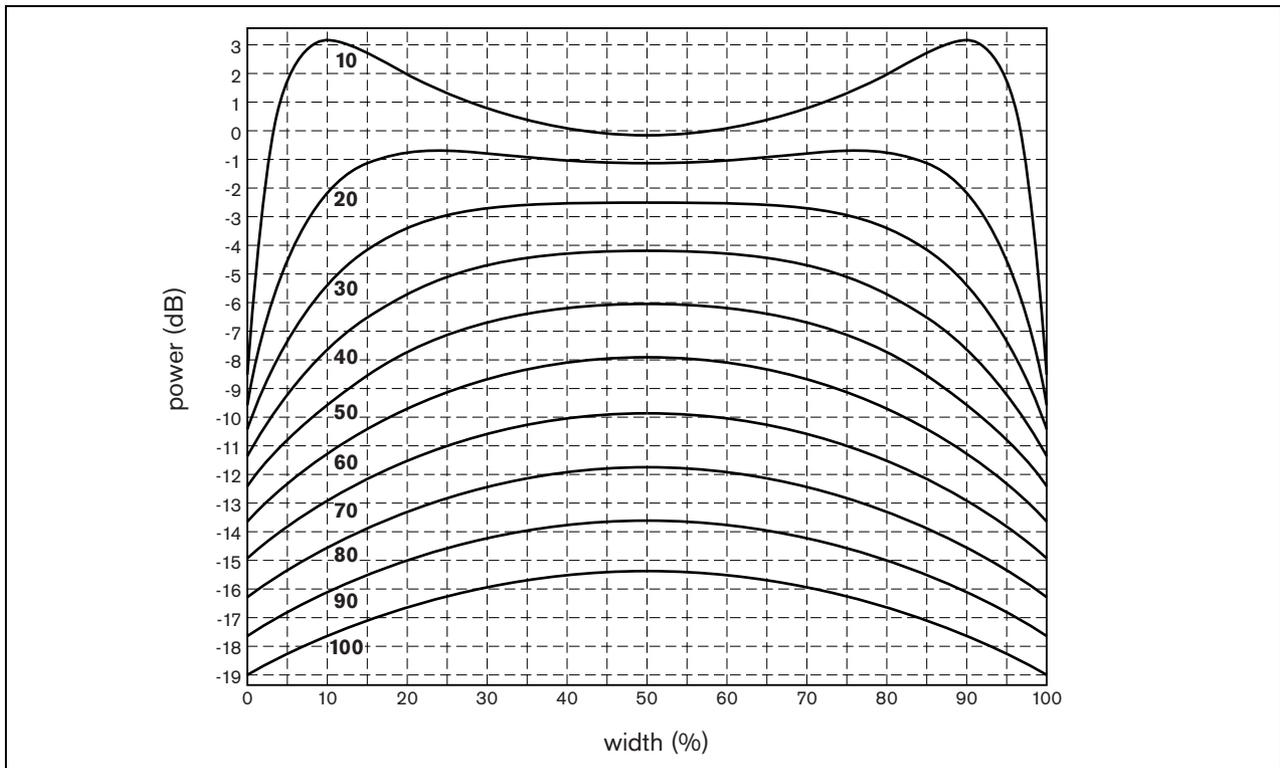

figura 2.8: Potencia adicional frente a ancho de la sala
Normalmente, el bucle de inducción se instalará en el suelo o el techo de una sala. Cuando la distancia entre el suelo y el bucle de inducción sea demasiado pequeña (menos del 8% del ancho) o demasiado grande (más del 20% del ancho), consulte figura 2.8. La figura 2.8 muestra la potencia adicional que necesita el amplificador de bucle para hacer el campo magnético correcto. Los números al lado de las curvas muestran la distancia desde el suelo al bucle de inducción en % respecto del ancho (W) de la sala.